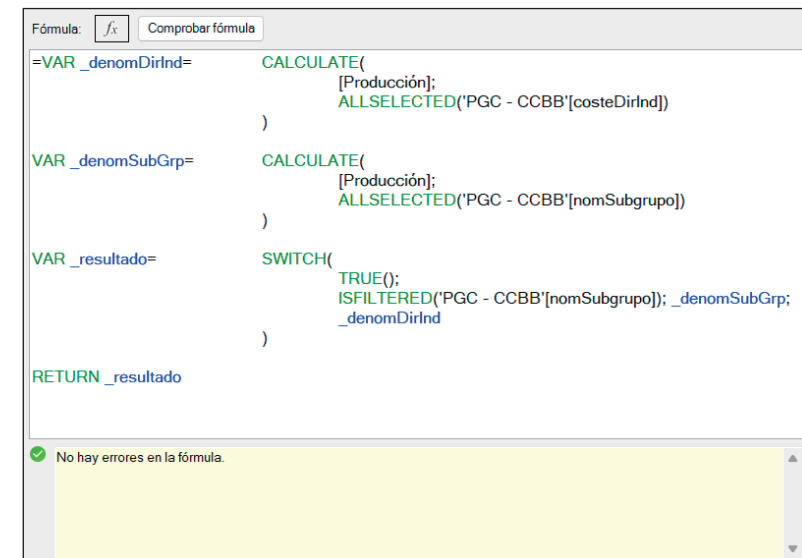

Figura 11.26. Esta es una medida que se crea para ser usada como denominador de lo que serán nuestros porcentajes.
- El código es el que podemos ver en la figura 11.26.